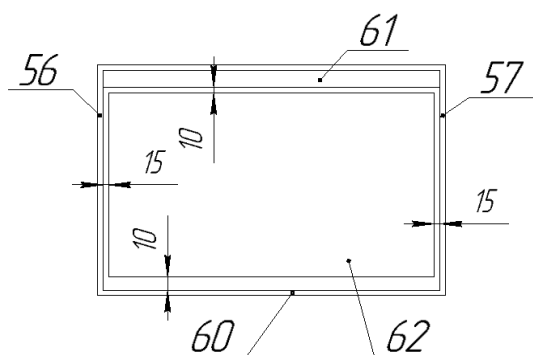

Рис.13
10. К собранной раме кровати-стола присоединить опоры стола поз. 9 установив между ними щит декоративный поз.62, используя винт М6х65 поз.22 (рис.14.1 и 14.2). Отрегулировать положение декоративного щита поз.62, обеспечив зазоры между щитом поз.62 и панелями короба поз.56, 57, 60, 61 (рис.13). Для смещения щита ослабить винты поз.22 (рис.14.1, 14.2). После окончания регулировки затянуть винты поз.22 до упора. Окончательно закрепить щит декоративный поз.62 к раме кровати, используя саморезы Ø4х16 поз.82 (рис.15).